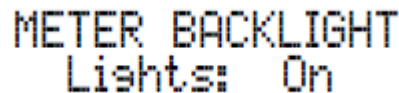

Рисунок 65
1. Нажимайте кнопку TRIM на пульте до тех пор, пока индикация “METER BACKLIGHT, Lights On” не будет отображаться на дисплее Фронтальной панели. Смотрите рисунок 65.